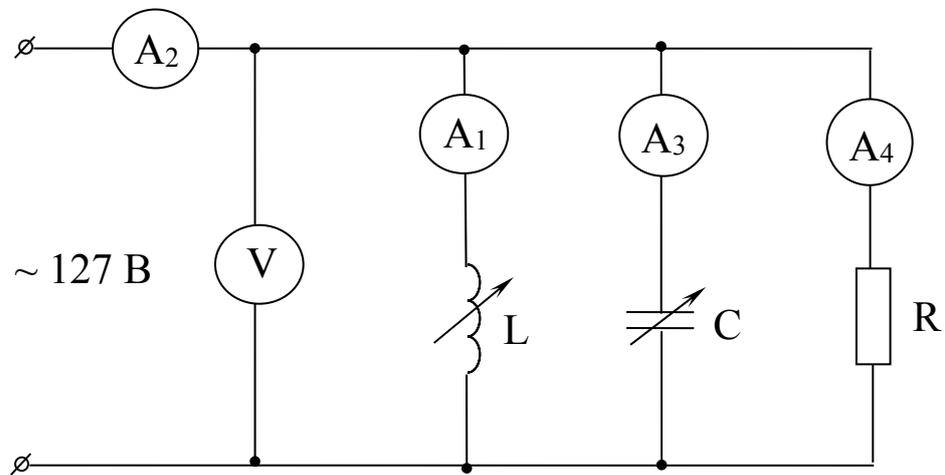

Рисунок 4.5 – Цепь с параллельным соединением R,L,C
3.1. Собрать схему согласно рисунок 4.5, установить переключателем конденсаторной батареи емкость C=50–60 мкФ.